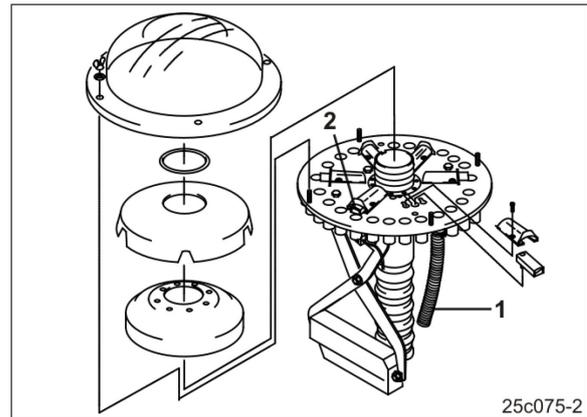

Fig. 121
- Die Saatleitungsrohre (Fig. 121/1) der Fahrgassenschare müssen an den Verteilerkopföffnungen befestigt sein, die von den Schiebern (Fig. 121/2) geschlossen werden können.
Zum Anlegen von zwei Spuren können pro Spur im Verteilerkopf von den Schiebern (Fig. 121/2) geschlossen werden.
- Nicht benötigte Schieber (Fig. 121/2) deaktivieren.